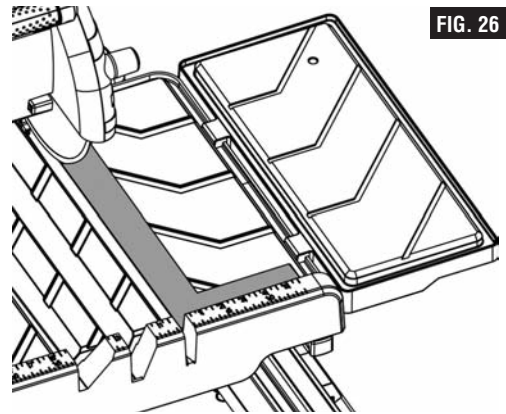

FIG. 26
- Placez une équerre de charpentier à angle droit sur la table de travail contre le guide longitudinal (Fig. 26).